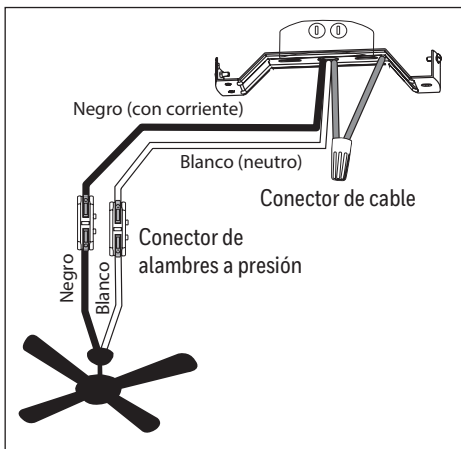

Figure 4.1
1. Realice las siguientes conexiones de cables según el diagrama y estos pasos: (Figure 4.1):